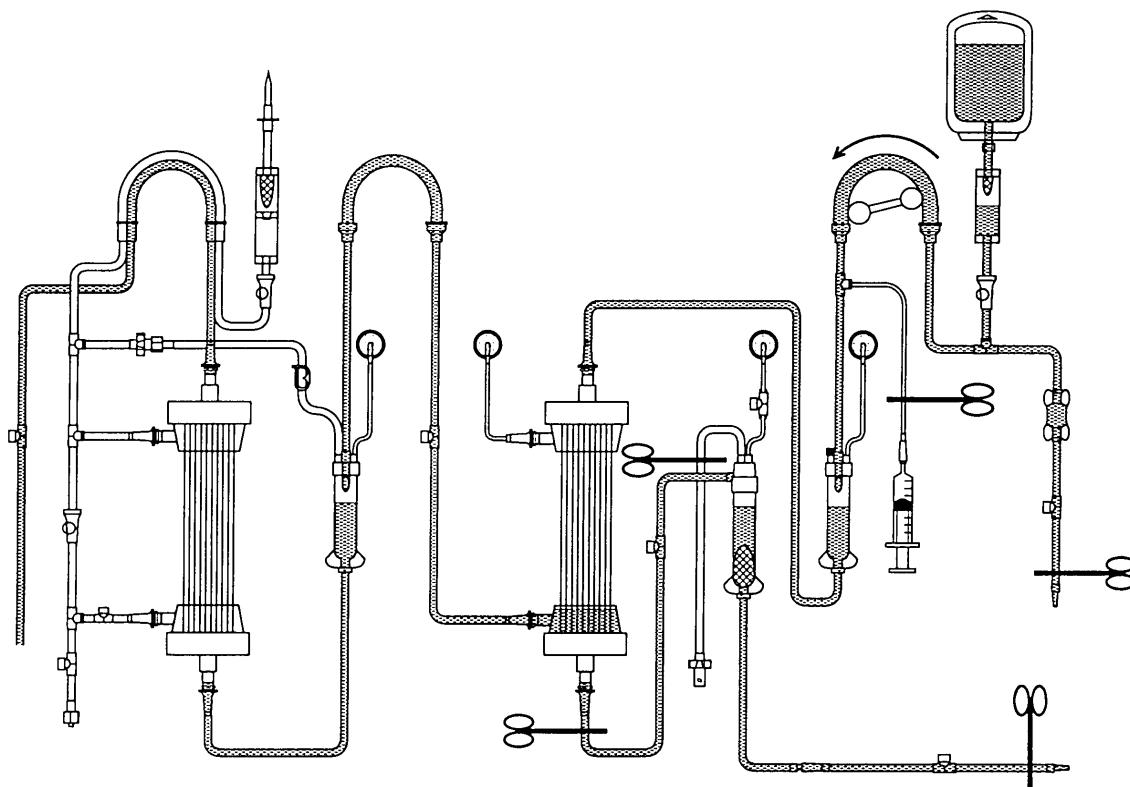

図 13 置換液・廃液回路の接続と血漿成分分画器の充填・洗浄
7) 血漿分離器の洗浄が終了したら血漿採取ラインのチャンバーに1/2程度、さらに回路先端まで生食を充填し、血漿成分分画器の入り口側と接続する。血漿成分分画器の出口側と置換液・排液ラインを接続する。血液ポンプを回転させ血漿成分分画器の充填・洗浄を行う(図13)。